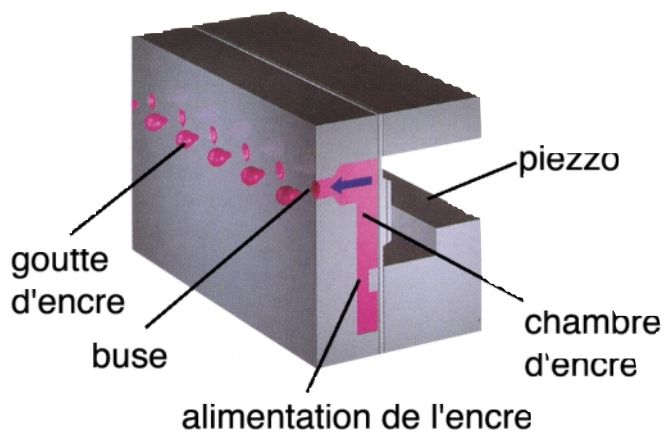

Fig.6: tête d'écriture jet d'encre par effet piezzo dit DOD (Drop On Demand) (d'après un schéma Epson)
- le jet d'encre (jet à la demande DOD ou jet dévié - fig 6 et 7)